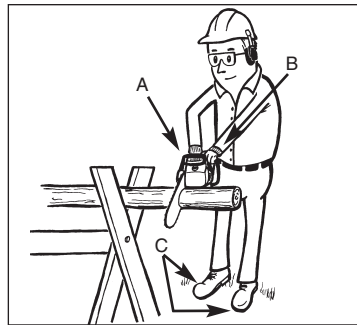

Abb. 17
Zu Ihrer Sicherheit und zum Erleichtern der Sägearbeiten ist die richtige Position für einen vertikalen Längenschnitt erforderlich (Abb. 17).
- C. Verteilen Sie Ihr Gewicht auf beide Füße. Abb. 17